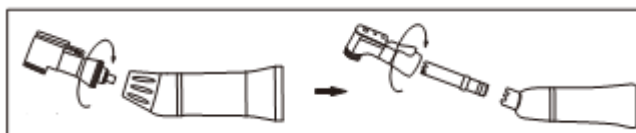

Рисунок 17
- 1) Поворотом против часовой стрелки ослабьте втулку муфты, снимите головку и приводной вал (Рисунок 17).